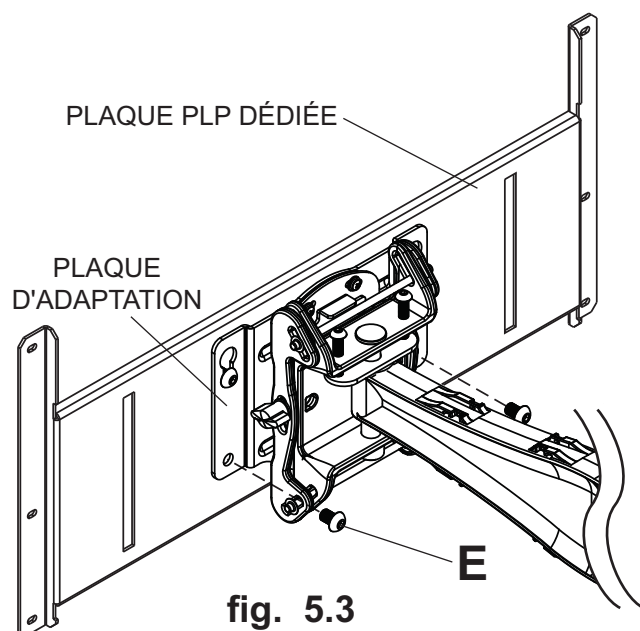

fig. 5.3
- 5-1** Insérez deux vis M10 x 15 mm (E) dans les trous inférieurs de la plaque d'adaptation. Serrez toutes les fixations à l'aide d'une clé hexagonale de 6 mm (H), comme illustré à la figure 5.3 et 5.4.